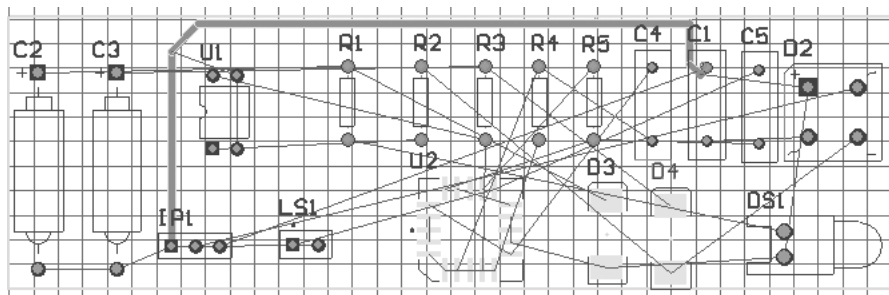

图 16-17 在顶层画出一条导线
1) 单击主窗口工作区左下角的“Top Layer”（顶层）标签切换到顶层，然后单击  按钮，鼠标变成十字形，移动光标到 C1 的一个焊盘上，单击确定导线的起点，接着拖动鼠标画出一条直线一直到导线的另一端，元件 JP1 的焊盘处，先单击一次确定导线的转折点，再次单击确定导线的终点，如图 16-17 所示。